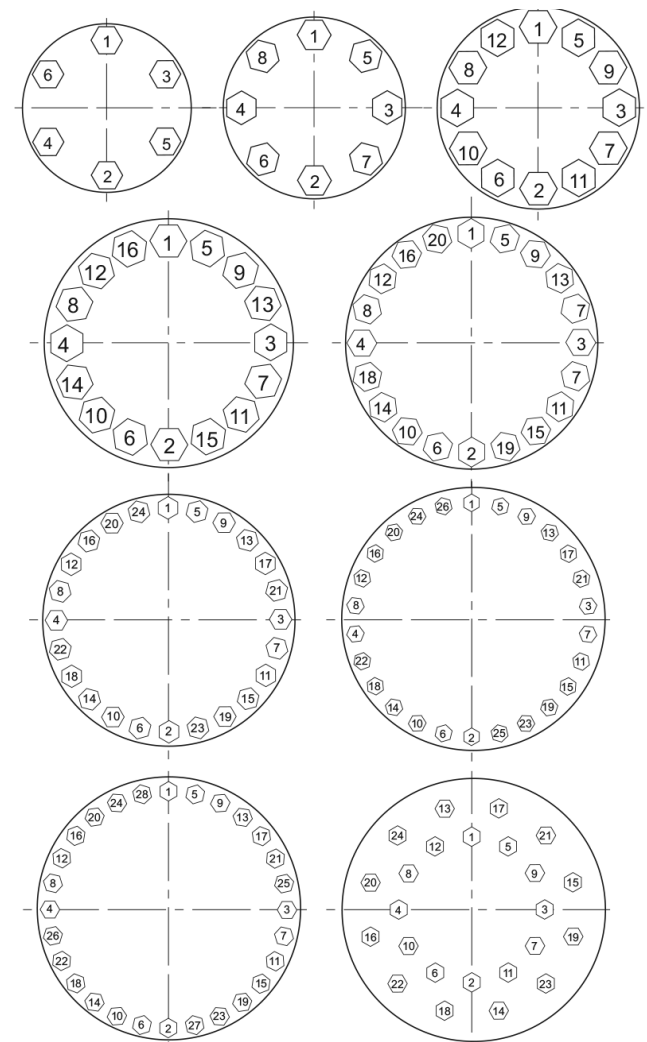

Bild 11. Dra åt sekvensen av muttrar (8)
Dra åt muttrarna (8) jämnt genom att tillföra det moment som anges i tabellen i Bild 10 och åtdragningssekvensen i Bild 11.